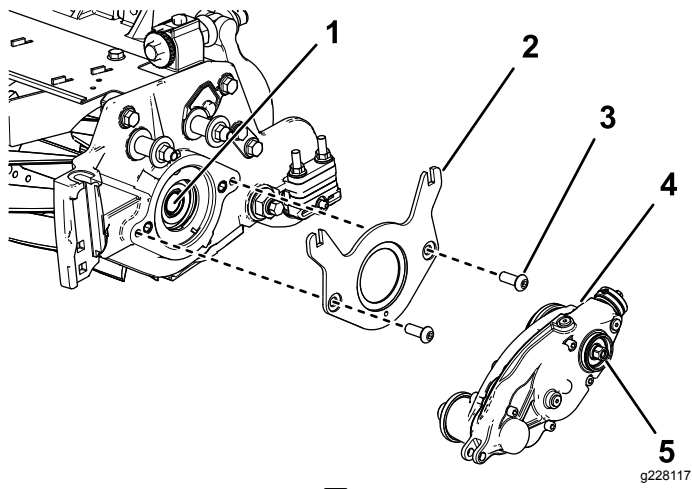

图8
2. 用 2 个六角圆头螺栓 $\frac{3}{8}$ x $\frac{3}{4}$ 英寸固定配重块架如图 8 所示。
3. 在内滚刀轴的螺纹上涂抹中等强度防松螺纹油如蓝色 Loctite® 243 乐泰胶 图8。
4. 用疏草刀驱动箱上的六角头螺栓将其连接到滚刀轴上 图8。